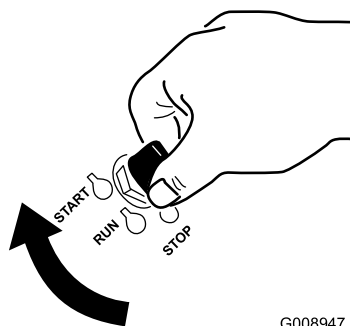

Figure 13
1. Tournez la clé de contact à la position de démarrage (Figure 13). Relâchez la clé quand le moteur démarre.
7. Tournez la clé de contact à la position de démarrage (Figure 13). Relâchez la clé quand le moteur démarre.